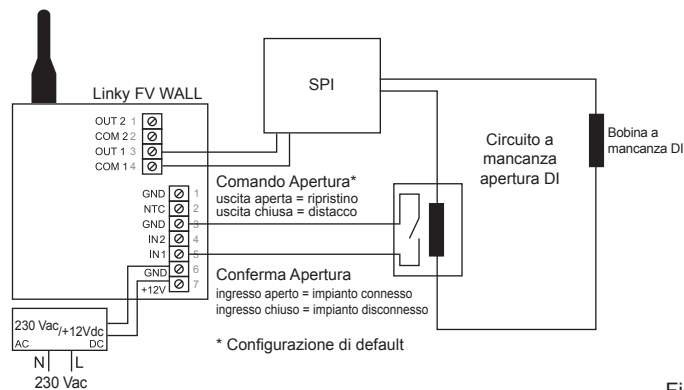
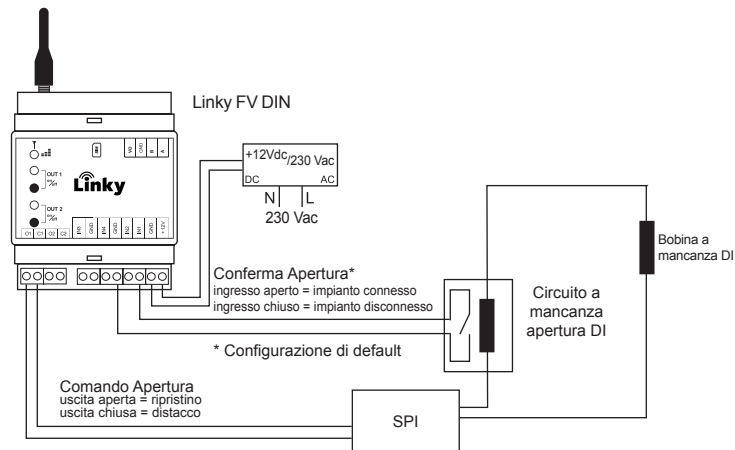

Fig.4
Fig. 7
D. Eseguire i collegamenti elettrici seguendo lo schema di collegamento più appropriato (Fig.4 ed il paragrafo *Collegamenti elettrici*).
Gli esempi di collegamento riportati in Fig. 4 (modello WALL) e Fig.7 (modello DIN) rappresentano la modalità di installazione di Linky FV per controllare un impianto fotovoltaico o eolico secondo l'allegato M della norma CEI 0-16; V4:2025.